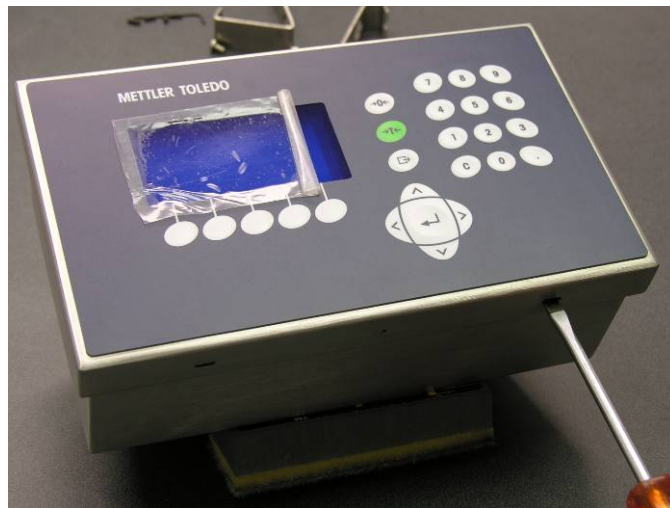

Figura 2-2: Apertura degli armadietti per armadietti difficili
1. Inserire la punta di un cacciavite a lama piatta in una delle fessure che si trovano nella parte inferiore del gruppo del pannello anteriore (vedere Figura 2-2) e spingere delicatamente verso l'armadietto. Quando si rilascia il coperchio, si sente un suono "clic".